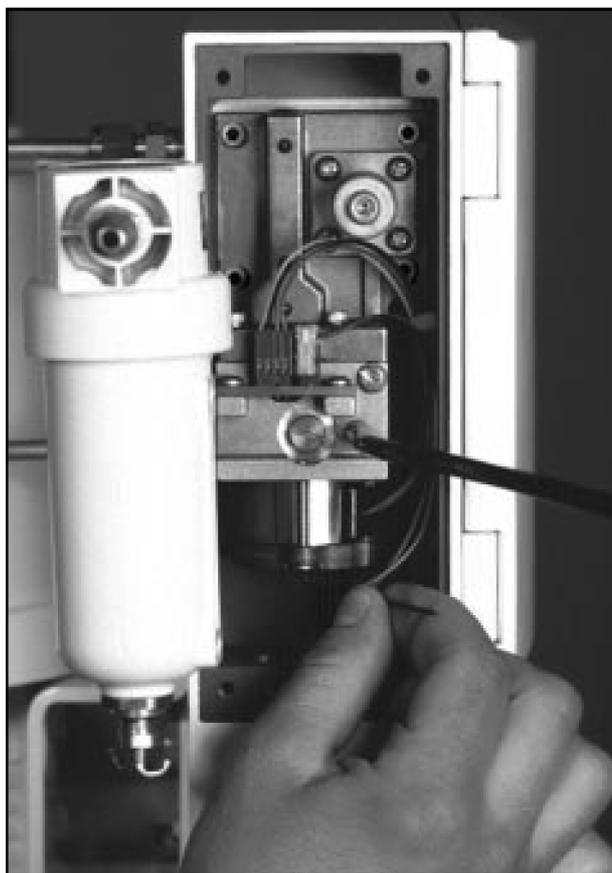

Fig. 13 : Réglage de la pression du modulateur
7. Régler la pression du modulateur à 2 psig \pm 0,25 psig en ajustant la vis de réglage au fond du chapeau du modulateur (voir fig. 13).